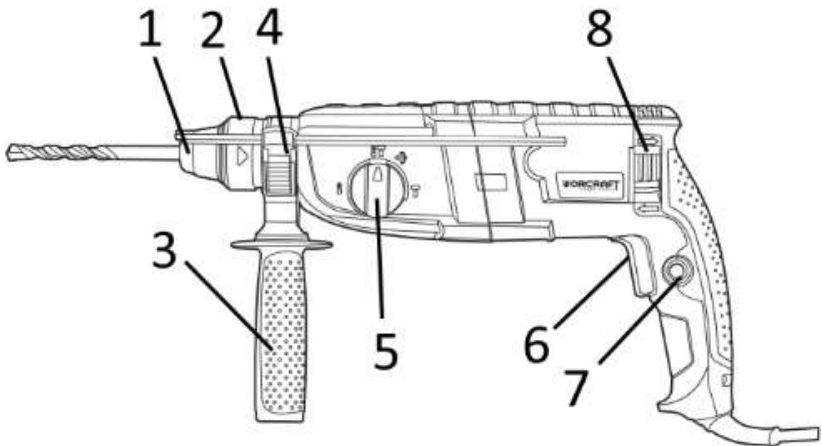

Рисунок 1
4.1 Виберіть необхідний режим роботи виробу за допомогою перемикачів (4) та (6) (див. рисунок 1).
4.2 Для ввімкнення виробу натисніть на курок вимикача (7) (рис. 1). Для відключення виробу слід курок відпустити.